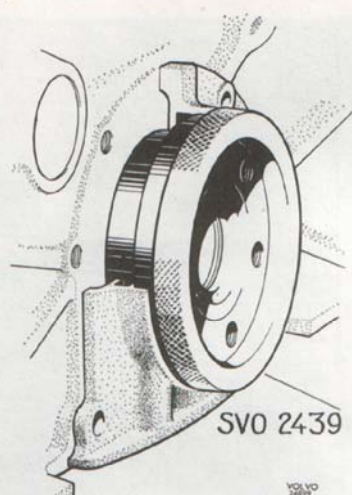

Bild 41. Centrerings av bakre tätningssläns
3. Centra flänsen med centrerrhysla SVO 2439, bild 41. Vrid hylsan runt under fastdragning av skruvarna och justera flänsens läge om hylsan låser fast. Kontrollera att flänsen ligger plant mot blocket på undersidan.